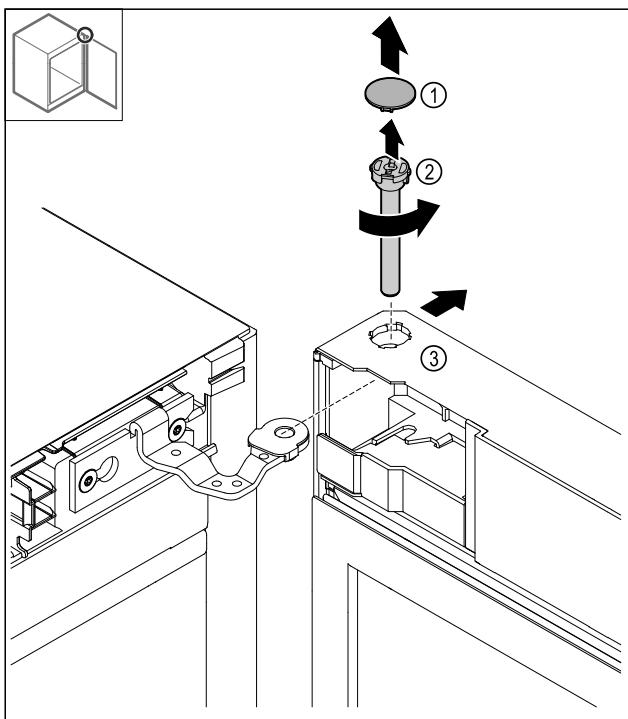

Fig. 18
- Зніміть накладку Fig. 18 (1).
- Відкрутіть палець Fig. 18 (2) проти годинникової стрілки й витягніть його.
- Злегка нахиліть дверцята Fig. 18 (3).